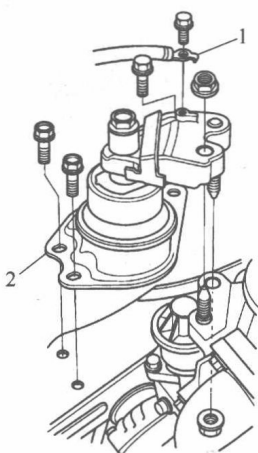

图 1-1-4
- (11) 在油底壳下放置一个千斤顶和木块，以支撑发动机。
(12) 拆下搭铁电缆 1，然后拆下发动机侧支座/托架总成 2，如图 1-1-4 所示。